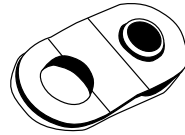

Figura 14
3. Para aumentar al máximo la vida del cabrestante y del cable de alambre, use un bloque de poleas para tirar con línea doble las cargas más pesadas (Figura 14).